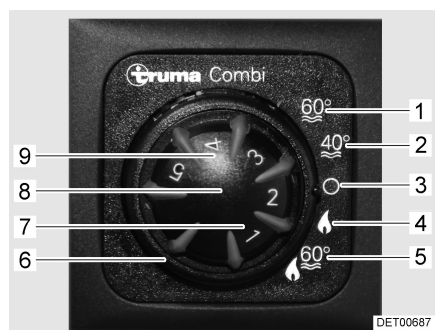

Fig. 65 Unité de commande
- Régler le mode de fonctionnement à l'aide de l'interrupteur tournant (Fig. 65,6).
En régime hiver "Chauffage et préparation d'eau chaude" (Fig. 65,5), l'eau sanitaire est automatiquement réchauffée à la mise en marche du chauffage. Lorsque le chauffage s'éteint, une fois la température ambiante souhaitée atteinte, l'eau sanitaire continue d'être réchauffée jusqu'à ce qu'elle ait la température souhaitée.
Le chauffage ne peut fonctionner en mode de fonctionnement "Chauffage uniquement" (Fig. 65,4) que si le récipient d'eau sanitaire est vide.
- Régler le bouton tournant de température (Fig. 65,8) de l'unité de commande sur la température de chauffage désirée.
- Régler l'interrupteur tournant (Fig. 65,6) en régime hiver "Chauffage uniquement" (Fig. 65,4) ou en régime hiver "Chauffage et préparation d'eau chaude" (Fig. 65,5).
Le voyant de contrôle vert (Fig. 65,7) s'allume.
- Régler l'interrupteur tournant (Fig. 65,6) sur "O" (Fig. 65,3).
- Placer l'interrupteur tournant (Fig. 65,6) de l'unité de commande (Fig. 65) sur "Régime été" (Fig. 65,1 ou 2).
Le voyant de contrôle jaune (Fig. 65,9) s'allume pendant la mise en température. La mise en température est terminée lorsque la température d'eau sélectionnée est obtenue. Le voyant de contrôle jaune s'éteint.
En cas de dérangement, le voyant de contrôle s'allume en rouge (Fig. 65,9) sur l'unité de commande (voir paragraphe 15.7).
- Placer l'interrupteur tournant (Fig. 65,6) de l'unité de commande (Fig. 65) sur "O".
La combinaison régime gaz et électrique 230 V raccourcit le temps de mise en température de l'eau sanitaire et du véhicule (uniquement possible lorsque le chauffage est réglé en mode régime hiver à l'unité de commande (Fig. 65)).